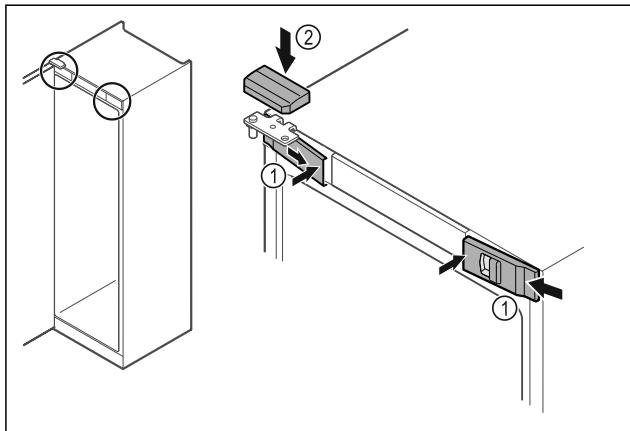

Fig. 36
- Zaháňte predné kryty Fig. 36 (1) naboku a zaistite ich vnútri.
- Zaistite horný kryt Fig. 36 (2) zhora.